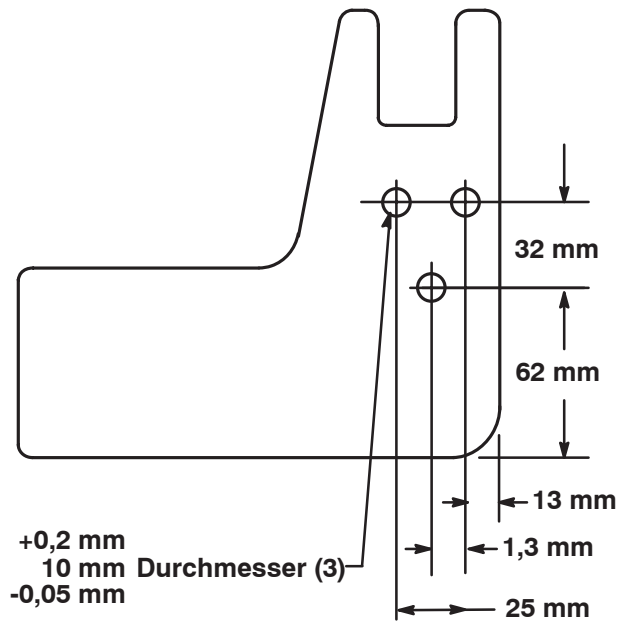

Bild 6
Hinweis: Wenn die Befestigungslöcher des hinteren Wiegearms nicht in den Hubarmen sind, lesen Sie die Abmessungen in Bild 6 nach und markieren und bohren Sie die benötigten drei Löcher (10 mm Durchmesser) in jedem Hubarm.
4. Schieben Sie den Trägerrahmen auf die Hubarme und richten Sie diese an den Befestigungslöchern aus. Befestigen Sie jede Seite des Trägerrahmens mit 3 Kopfschrauben (1/2 x 1-1/2 Zoll) an den Hubarmen. Ziehen Sie die Kopfschrauben mit 95 bis 108 Nm an (Bild 6).